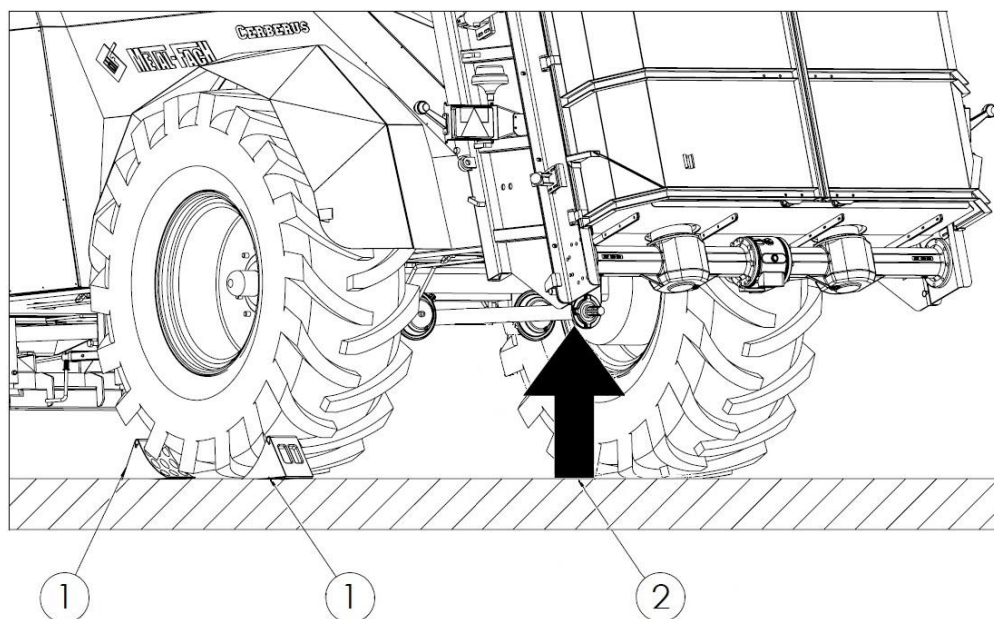

Рисунок 32. Точки установки домкратов:
Если необходимо демонтировать колесо, используйте точки установки домкрата (2) под ось. Место установки домкрата показано на рис. 32. Упоры (1) подкладывать только под одно колесо.